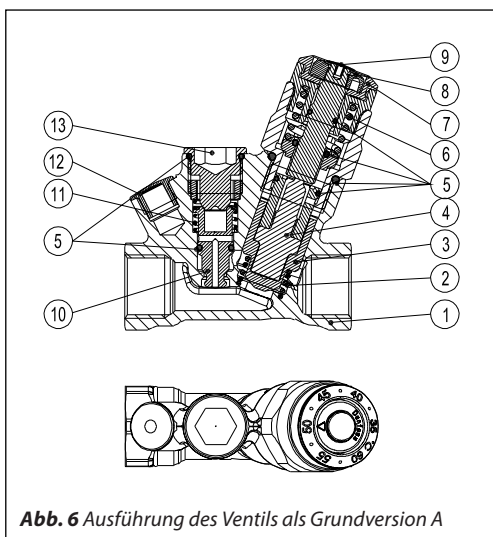
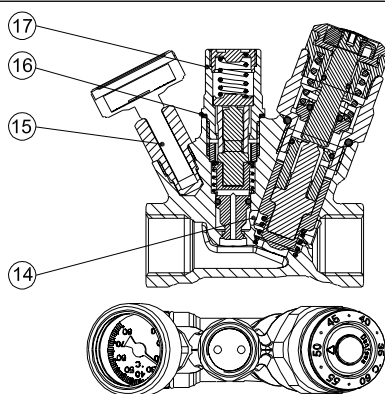
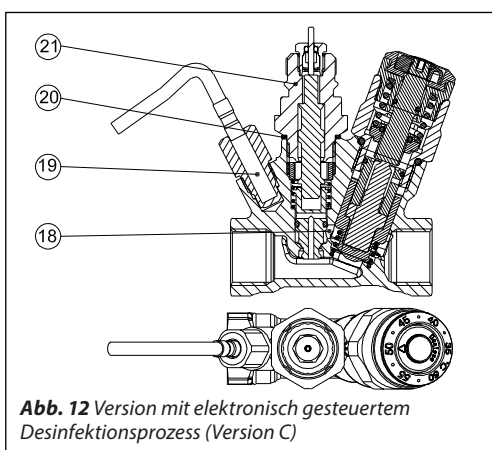

Abb. 6 Ausführung des Ventils als Grundversion A
Abb. 9 Aufbau – selbsttätiges Ventil mit automatischer thermischer Desinfektionsfunktion (Version B)
Abb. 12 Version mit elektronisch gesteuertem Desinfektionsprozess (Version C)
MTCV ist ein selbsttätiges, thermostatisches Regelventil. Ein im Ventilkegel (Abb. 6, Pos. 3) montiertes Thermoelement (Abb. 6, Pos. 4) bewirkt eine Reaktion des Ventils auf Temperaturänderungen.
Eine Sicherheitsfeder (Abb. 6, Pos. 6) schützt das Thermoelement vor Beschädigung, wenn die Wassertemperatur den Sollwert übersteigt.
Nach Entfernen des Abdeckstopfens am Desinfektionsanschluss (Abb. 6, Pos. 13) kann das thermostatische Desinfektionsmodul unter Anlagendruck ohne Betriebsunterbrechung montiert werden (Abb. 9, Pos. 17).
- 1–13 Wie in Abb. 6
Nach Entfernen der Abdeckung des Desinfektionsmodul-Anschlussstutzens (Abb. 6, Pos. 13) lassen sich der Adapter (Abb. 12, Pos. 21) und der thermische Stellantrieb TWA montieren. Am Thermometerstutzen wird ein Temperatursensor (PT 1000) montiert (Abb. 12, Pos.
1–13 Wie in Abb. 6